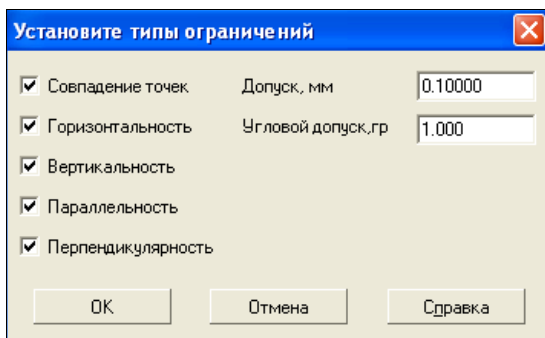

Рис. 26.2. Диалоговое окно **Установите типы ограничений**
- ◆ вызовите команду **Параметризовать объекты**. Система выведет на экран диалоговое окно **Установите типы ограничений** (рис. 26.2);